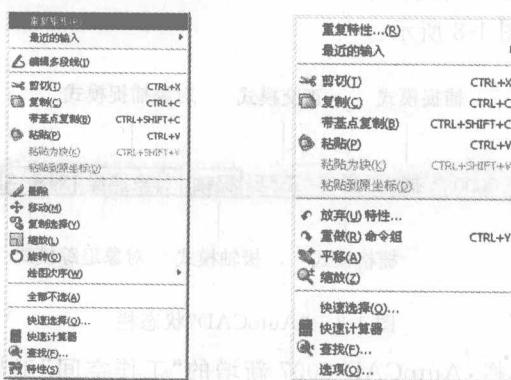

图 1-6 快捷菜单
② 快捷菜单: 快捷菜单又称“上下文相关菜单”。在绘图区域、工具栏、状态栏、模型与布局选项卡以及一些对话框上单击鼠标右键时, 将弹出一个快捷菜单, 该菜单中的命令与 AutoCAD 当前状态有关, 如图 1-6 所示。